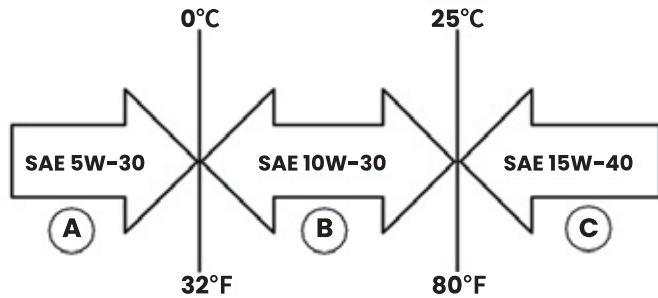

Figura 11: Aceite recomendado
1. Sólo utilice el aceite de motor especificado en la Figura 11.
7. Seleccione el aceite de motor adecuado como lo que se especifica en la Figura 11.